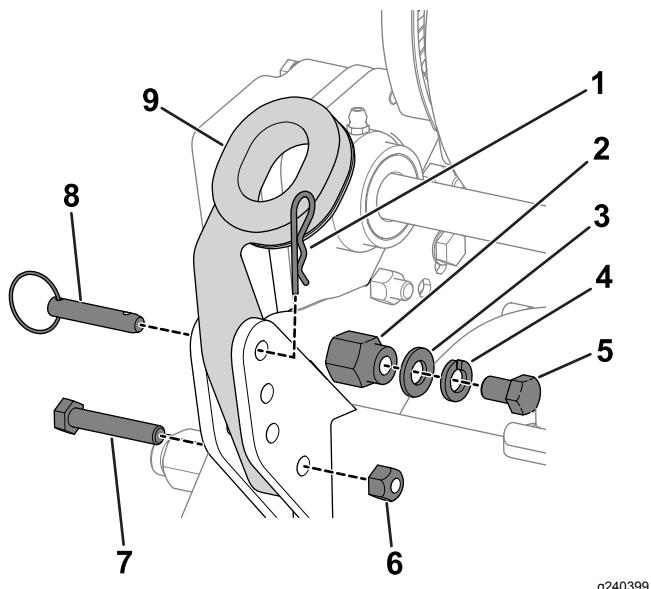

Figura 3
1. Rimuovete i bulloni (5/16"), i dadi di bloccaggio, i perni ad anello e le coppiglie che fissano la base dei bracci della stegola su ciascun lato della macchina (Figura 3).
2. Togliete i bulloni (3/8"), le rondelle e le rondelle di bloccaggio dai perni di montaggio che si trovano su ciascun lato della macchina (Figura 3).
3. Inserite le estremità della stegola nei fori dei bracci della stegola, ed allineate i fori con i perni di montaggio (Figura 3).
6. Utilizzate i bulloni (5/16"), i dadi di bloccaggio, le coppiglie e i perni ad anello rimossi in precedenza per fissare la base dei bracci della stegola sul retro del telaio (Figura 3).